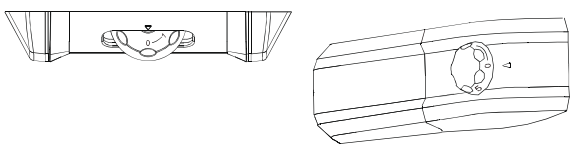

Fig. 17
- 1) Ruotare la manopola sulla posizione "0". (fig.17)